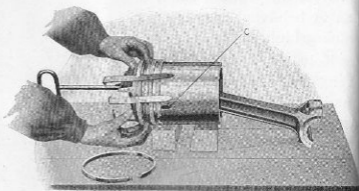

Fig. 21.
Största försiktighet måste iakttagas vid kolvarnas upptagande, så att de ej slås emot hårda eller skarpa föremål eller repas. De rengöras omsorgsfullt från förbränd olja, och om någon ring är fastbränd, begjutes den med sprit samt lossas genom försiktiga slag med en träklots. Då kolvringarna avtages för rengöring av spåren, använder man sig av 3—4 plåtrensor (se fig. 21). Vid rengöringen får ej användas skarpa mejslar eller smärgelduk, utan endast träpinnar.
*Kololagren* äro av fosforbrons och kunna, sedan stoppskruven borttagits, lätt drivas ut ur vevstaken. Smörjoljan till kolvlagret tryckes genom en förskruvning (267, fig. 24) i cylinderväggen och vidare genom smörjhålet "C" (fig. 21) i kolvstappen. Detta smörjhål skall alltså vara vänt mot nämnda förskruvning, ty i annat fall upphör smörjoljetillförseln till kolvlagret.